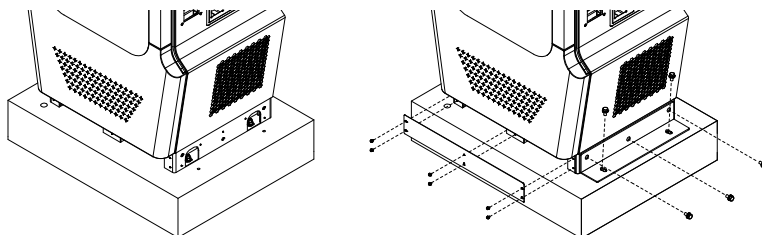

Figura 17. Installazione della staffa a L
6) Metodo di fissaggio 2: praticare quattro fori per bulloni a espansione M12 per utilizzare le 2 staffe a L incluse nella confezione di accessori. Vedere la figura 17.
- 1) Fissare le staffe a L utilizzando 4 bulloni a espansione M12. Vedere la figura 17.